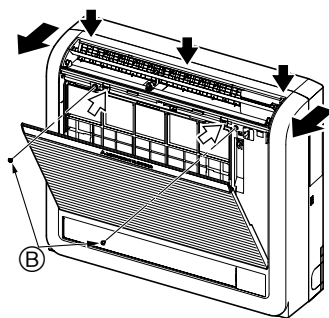

Fig. 3-3
- ① Appuyez sur les 2 positions indiquées par les flèches ⇨ et ouvrez la grille avant. (Fig. 3-3)
- ② Ouvrez la grille avant et retirez les deux vis.
- ③ Ouvrez l'ailette horizontale de la sortie d'air supérieure, poussez le haut du panneau frontal en trois endroits différents, puis sortez le haut de la grille de l'appareil intérieur.